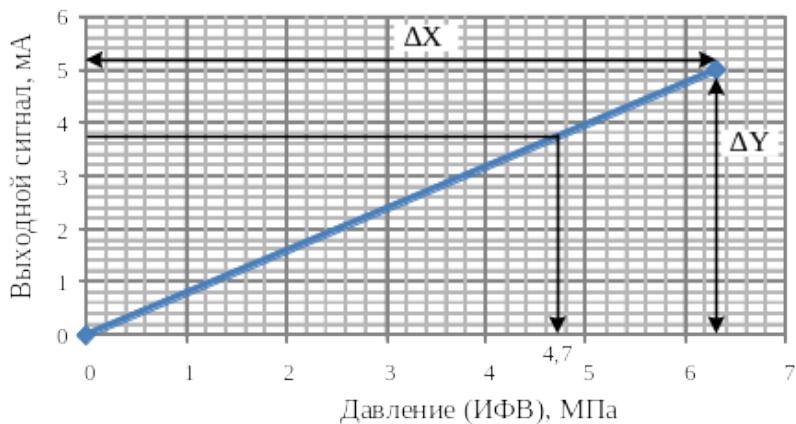

Рис. 1. Градуировочная характеристика датчика
Решение. Построим линейную градуировочную (статическую) характеристику преобразователя давления по двум точкам. Первая точка характеристики: при давлении 0 МПа – выходной сигнал манометра 0 мА; вторая точка характеристики: при давлении 6,3 МПа – выходной сигнал манометра 5 мА, рис. 1.
По формуле (5) и рис. 1 определим уравнение характеристики датчика: $Y(X) = 0 + 0,79 X$. Подставим известное значение выходного сигнала $Y=3,72 \text{ мА}$ в полученное уравнение и определим X :
Значение ИФВ можно определить менее точно по графику градуировочной характеристики датчика, см. рис. 1.